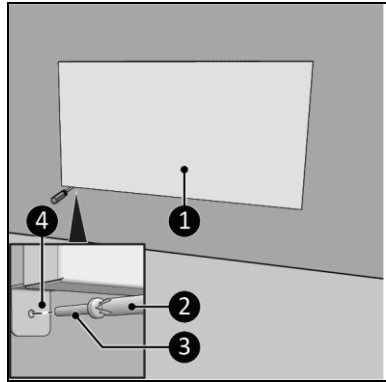

Abbildung 13
14. Platzieren Sie das Gerät (Abbildung 13, Pos. 2) wieder auf die Wandhalterungen (Abbildung 13, Pos. 1).
15. Schrauben Sie das Gerätehalterungen (Abbildung 13, Pos. 4) mit einer großen Schraube (Abbildung 13, Pos. 3) mit einem Phillips Kreuzschlitzschraubendreher (Abbildung 13, Pos. 2) an der Wand (Abbildung 13, Pos. 3) fest.